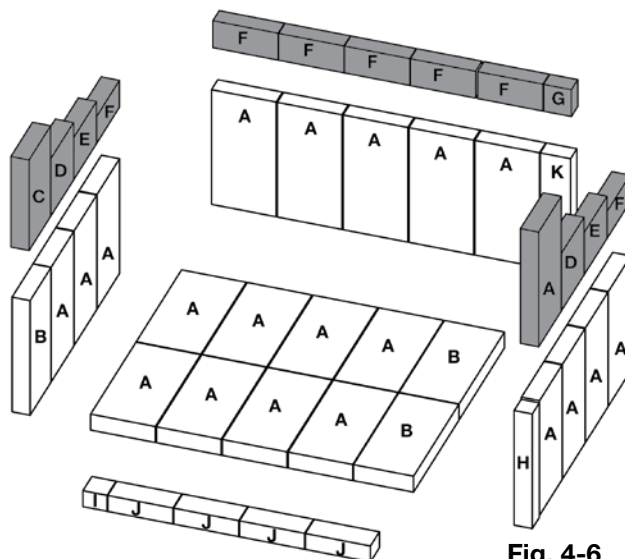

Fig. 4-6
- C.** Installez cinq des briques « F » et une des briques « G » le long de l'arrière de la chambre de combustion, puis installez une des briques « C », une des briques « D », une des briques « E », et une des briques « F » le long du côté gauche de la chambre de combustion, et finalement, installez une des briques « A », une des briques « D », une des briques « E », et une des briques « F » le long du côté droit de la chambre de combustion (**Fig. 4-6**).